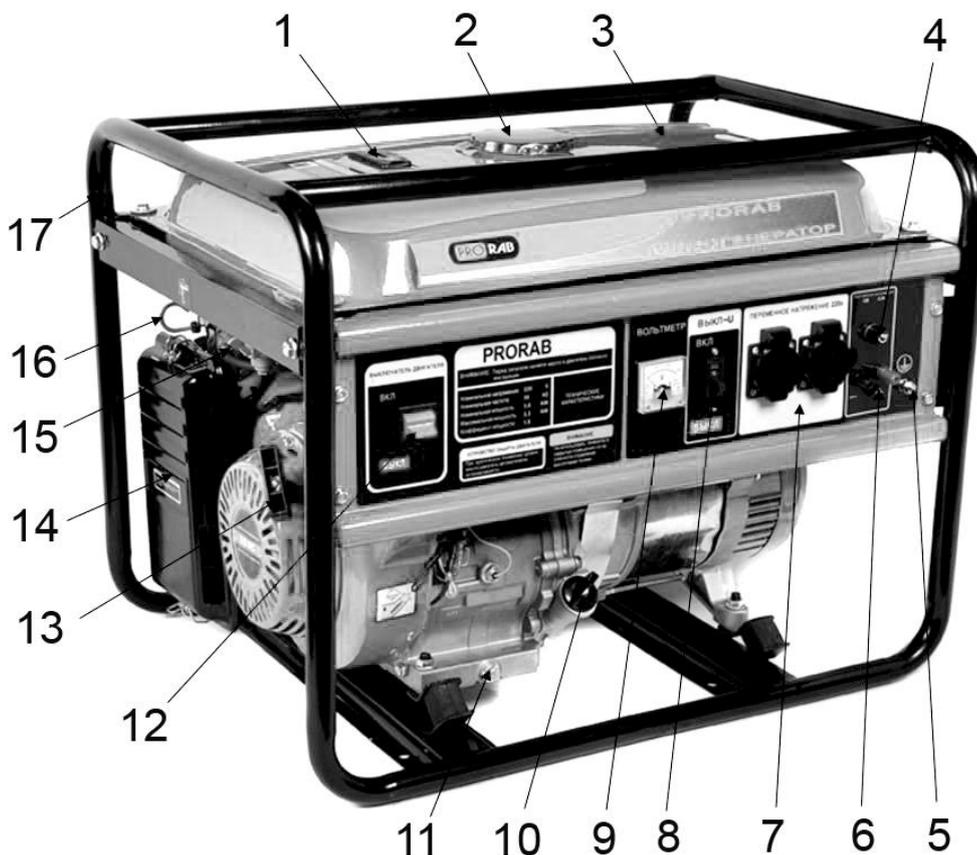

Рис. 1
- Запуск бензинового двигателя осуществляется ручным стартером, при помощи рукоятки (13)(См. Рис.1).
- Заправка топливного бака (3) осуществляется через заправочную горловину, закрытую крышкой (2).
- Топливо из топливного бака (3) через топливный кран (15) и топливную систему, поступает в карбюратор.
- С помощью воздушного фильтра производится очистка воздуха, поступающего в карбюратор двигателя. Для проведения технического обслуживания воздушного фильтра, он снабжен съемной крышкой (14). Через крышку открывается доступ к фильтрующему элементу.
- Розетки (7) предназначены для подключения потребителей однофазного переменного тока, напряжением 220 В.
- Вольтметр (9) предназначен для измерения величины выходного напряжения работающего генератора.
- Розетка (6) предназначена для подключения потребителей постоянного тока, напряжением 12 В.
- Округлите крышку топливного бака (3)(См. Рис.1).Проверьте уровень топлива.
- Отверните масляную пробку (4)(См. Рис.1), достаньте щуп.
- Соедините разъем заземления (5)(См. Рис.1) на панели управления с заземлителем. Для соединения используется провод, сечением не менее 1,5 мм2.
- Противоположный конец провода соединяется с клеммой заземления генератора (5)(См. Рис.1).